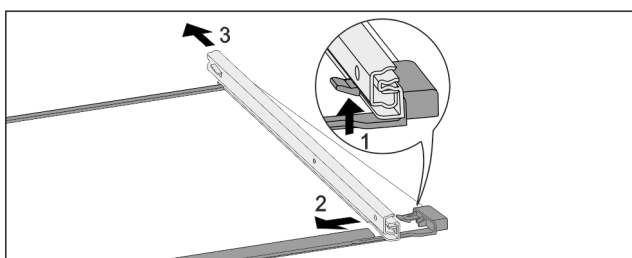

Fig. 174 Glasplade med skinner
- ▶ Tryk den forreste låsekrog op. Fig. 174 (1)
- ▶ Skub udtræksskinnen til siden Fig. 174 (2) og bagud Fig. 174 (3).